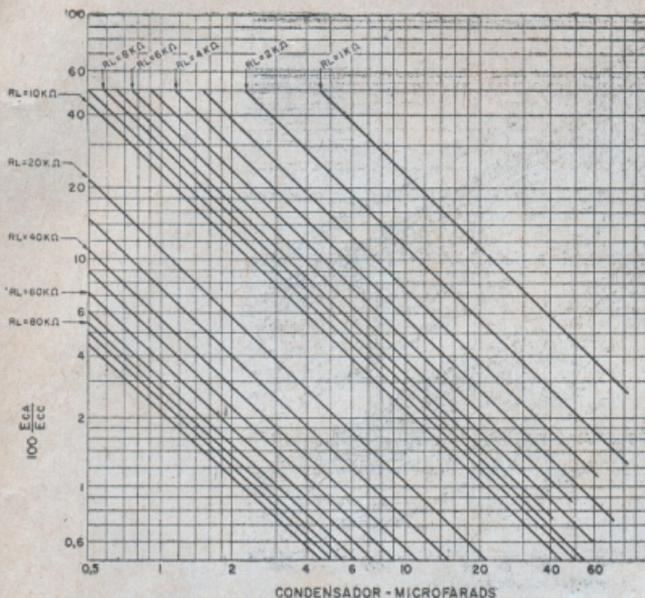

Figura 22
Entrando-se no gráfico da figura 22, com $C = 20 \mu\text{F}$ e $R_c = 2500$ ohms, teremos percentagem de ondulação $\approx 4,5\%$. Em seguida vamos verificar para a segunda seção (L1-C1), pois a ondulação que obtivemos acima (4,5%) corresponde a que teremos sobre o capacitor de entrada do filtro (C).